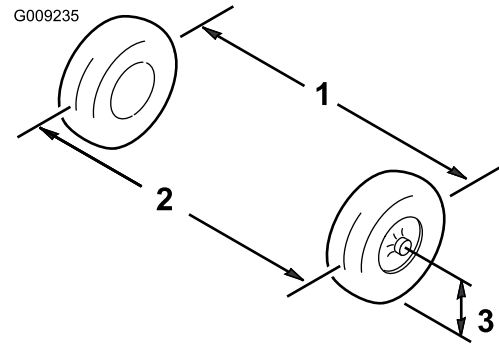

Figura 38
1. Misurate la distanza tra i pneumatici anteriori all'altezza dell'assale, davanti e dietro le ruote (Figura 38).